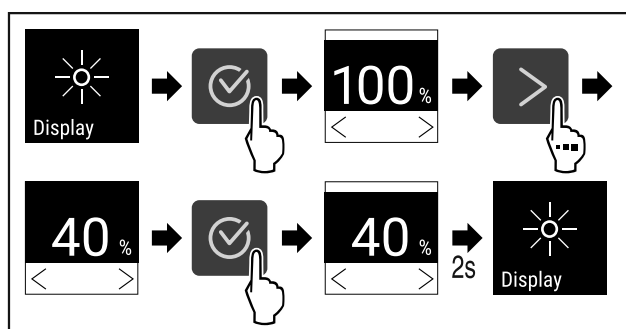

Fig. 77
- ▶ Suivre les étapes (voir Fig. 77) .